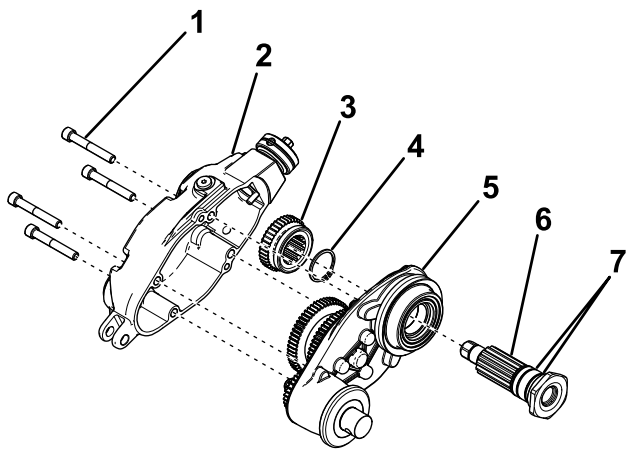

Bild 5
1. Legen Sie die zwei O-ringe auf die Antriebswelle (Bild 5).
2. Setzen Sie die neue Antriebswelle in das Groomergehäuse ein (Bild 5).
3. Befestigen Sie den vorher entfernten Haltering und das Antriebszahnrad (Bild 5).
4. Befestigen Sie die Groomerabdeckung mit den vier vorher entfernten Schrauben (Bild 5) am Groomergehäuse und ziehen sie mit 8-10 N·m an.